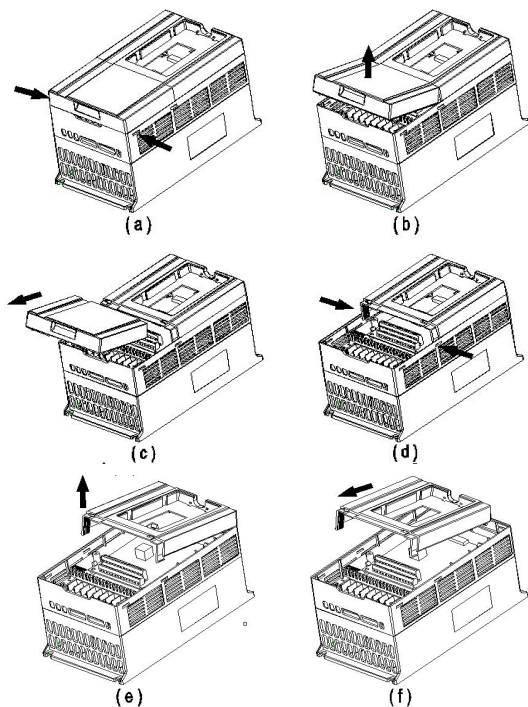

图 3-4 C500—4.0/7.5KW 机型盖板的拆卸
C500-4.0/7.5KW 机型的盖板由两块塑胶盖板拼装在一起, 请对照机型, 参照图 3-4, 按下列步骤安装和拆卸。在进行盖板的拆卸和安装前, 请取下操作面板。
- 1) 将底部盖板的安装爪向内按压, 如图3-4 (a) 所示;
- 2) 揭开底部盖板, 如图3-4 (b) 所示;
- 3) 取下底部盖板, 如图3-4 (c) 所示;
- 4) 卸下顶部盖板下方处螺钉, 并将安装爪向内按压, 如图3-4 (d) 所示;
- 5) 揭开顶部盖板, 如图3-4 (e) 所示;
- 6) 取下顶部盖板, 如图3-4 (f) 所示